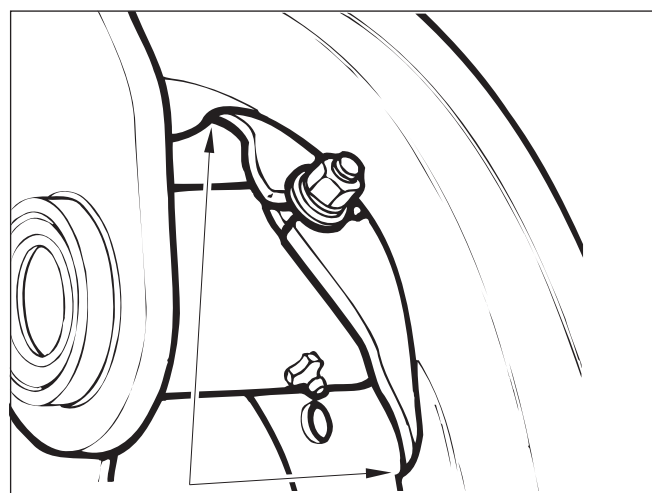

Figure 47 – Ajustement avec serrage d'usine
N. B. : Le frein ES-150-04L est assemblé en usine par un ajustement avec serrage (zone entre tôle supérieure et support du récepteur). En conséquence, il faudra parfois déformer à la main, légèrement, la tôle supérieure pour pouvoir bien l'aligner sur la moitié inférieure. Cf. *Figure 47*.